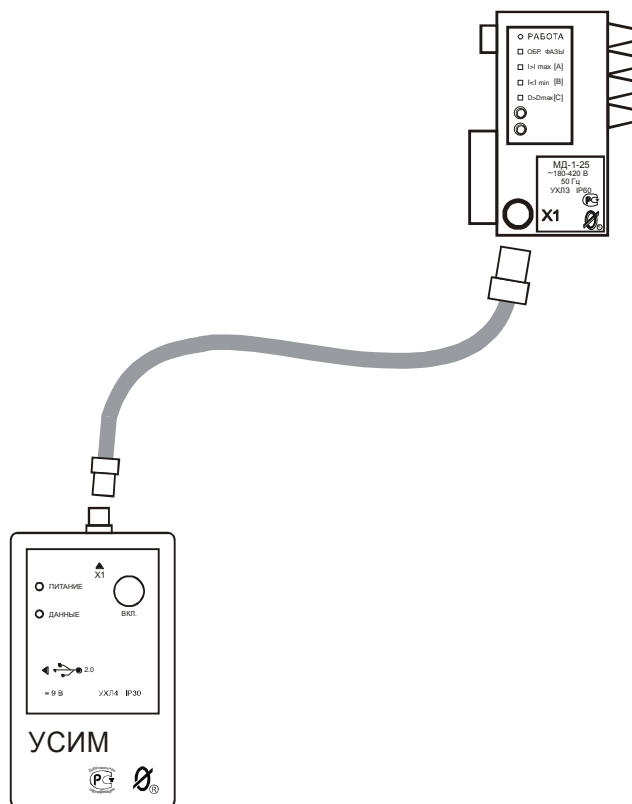

Рисунок 2 – соединение устройства с прибором защиты электрооборудования.
4.2 В автономном режиме устройство с помощью соединительного шлейфа, входящего в его комплект, соединяется с прибором защиты электрооборудования (рис.2), которым оборудован контролируемый электродвигатель (электроустановка), считывает и сохраняет накопленные прибором данные.
5.2.1 Соедините устройство с прибором с помощью соединительного шлейфа, входящего в комплект поставки (рис.2).